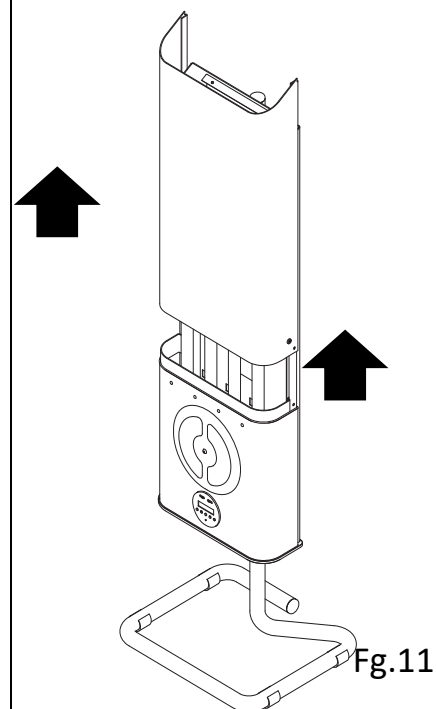

Fig.11
E' ora possibile richiudere l'apparecchio, iniziare reinserendo il carter superiore precedentemente estratto in fase 4. (Fig.11)
7. **Richiudere con il carter superiore le lampade ricollegando la terra Fig.11**